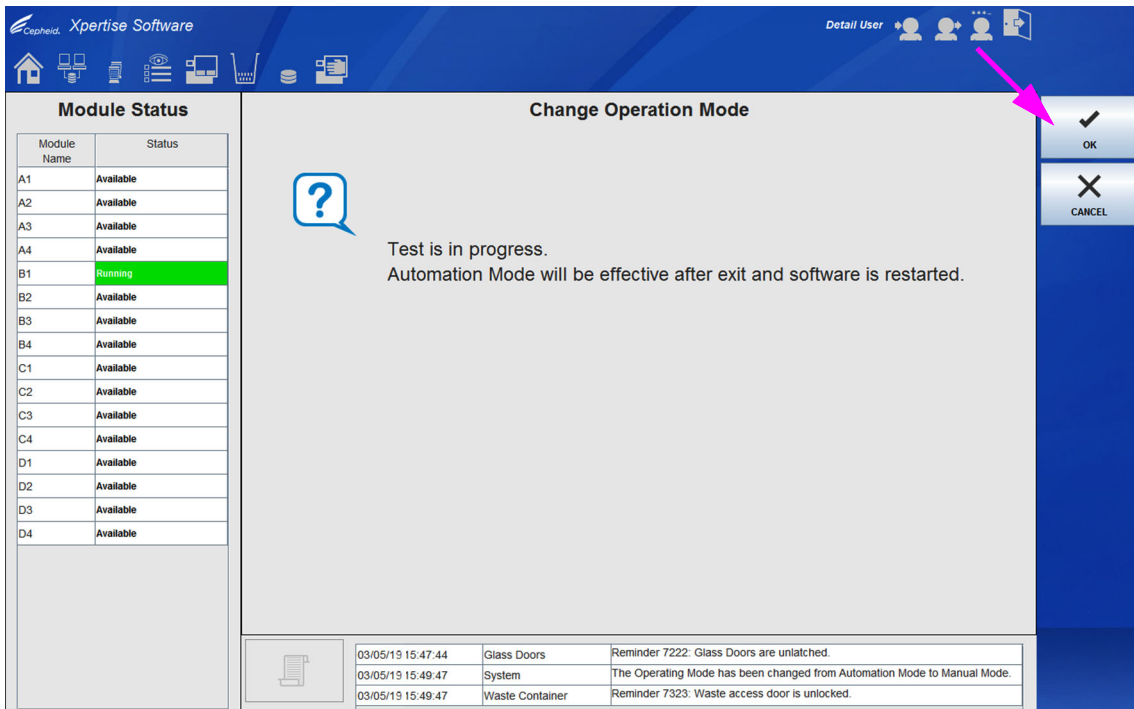
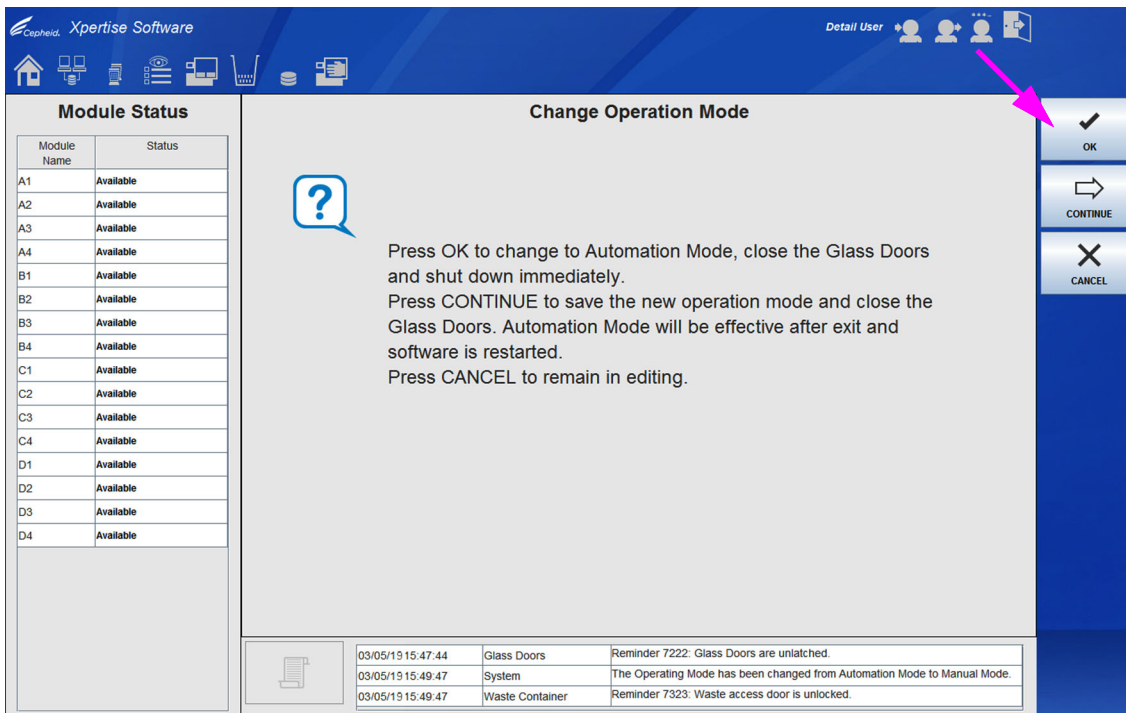
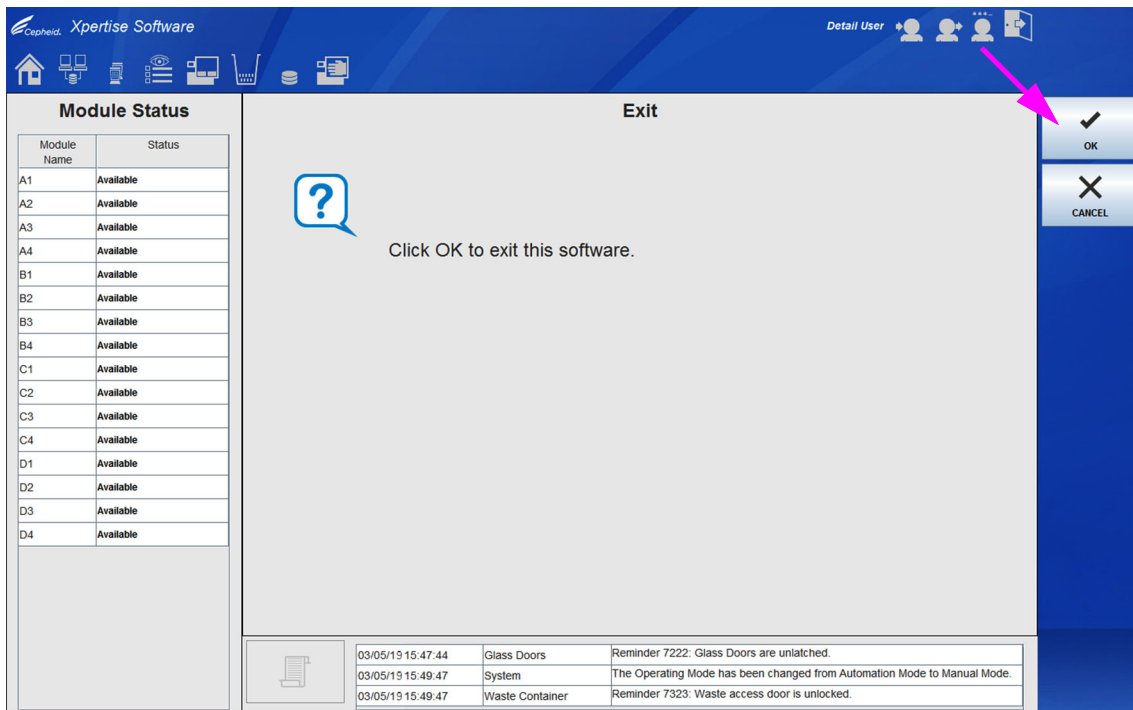

Figura 5-126. Confirmação da área de trabalho Change Operation Mode (Alterar modo de funcionamento) quando um teste está em curso
Figura 5-127. Confirmação da área de trabalho Change Operation Mode (Alterar modo de funcionamento) quando não há testes em curso
Figura 5-128. Confirmação de saída do software Xpertise
Quando existe um teste em curso, a área de trabalho Change Operation Mode (Alterar modo de funcionamento) vai aparecer como ilustrado na Figura 5-126; caso contrário, vai aparecer como ilustrado na Figura 5-127.
- Se um teste estiver em curso (ver Figura 5-126), selecione o botão **OK** para mostrar a confirmação de saída do software (ver Figura 5-128) e reinicie o software. Depois do software Xpertise ter reiniciado, vai estar em modo Automation (Automatização).
- Se não existirem testes em curso (ver Figura 5-127), selecione **OK** para mostrar a confirmação de saída do software (ver Figura 5-128) e reinicie o software imediatamente ou selecione **CONTINUE (CONTINUAR)** para guardar o novo modo de funcionamento, embora este só vá entrar em vigor depois do software Xpertise ter sido reiniciado.